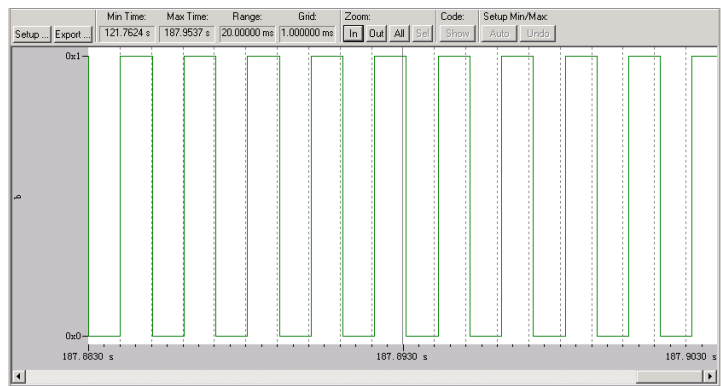

图 21-14 P1.1 引脚的仿真波形
(13) 单击“Close”按钮，关闭“Setup Logic Analyzer”对话框。此时，在“Logic Analyzer”窗口，便可以看到 b 变量，即 P1.1 引脚上的波形输出，如图 21-14 所示。从 P1.1 引脚的仿真波形可以看出，该程序通过定时器/计数器 T0 实现了 P1.1 引脚的波形输出。
(14) 当仿真操作完毕后，选择“Debug”→“Stop Running”命令，便可以结束程序的仿真运行。
(15) 选择“Debug”→“Start/Stop Debug Session”命令，可以退出程序仿真调试环境。